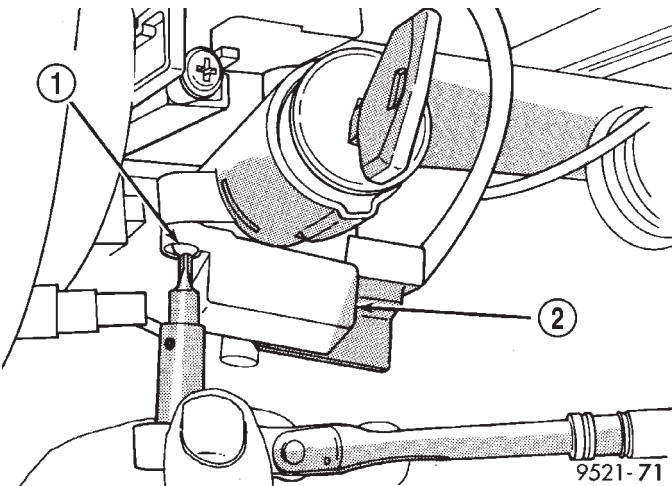

Fig. 281 Mecanismo de interbloqueo
(5) Retire los dos tornillos de fijación del mecanismo de interbloqueo en la columna de dirección (Fig. 281). Retire el alojamiento del mecanismo de interbloqueo.